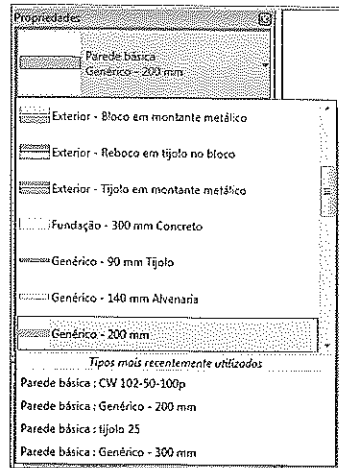

Figura 5.4 – Seleção de um tipo de parede.
3. Em seguida, devemos selecionar um tipo de parede entre as famílias disponíveis. Na janela **Propriedades**, clique no seletor de tipos ao lado de **Parede Básica**; uma lista de tipos é exibida, Figura 5.4. Vamos selecionar **Genérico - 200 mm** neste exemplo.